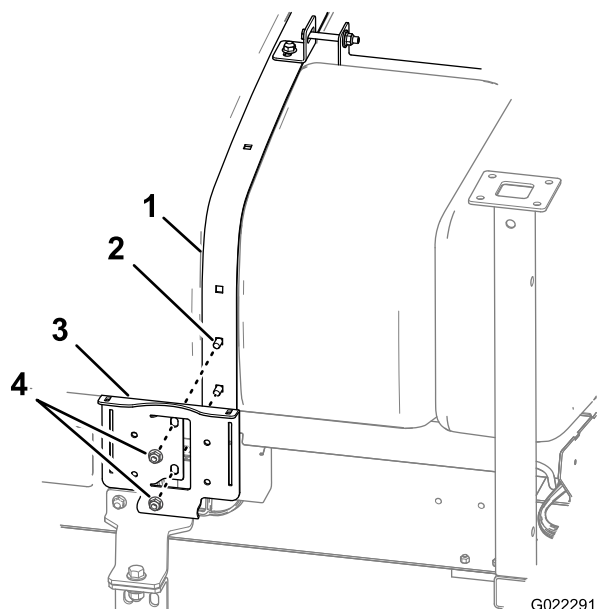

図 8
1. タンク前部固定ベルトの側部にあるキャリッジボルト (2本) に、すすぎポンプ用のブラケットを取り付ける；3/8 インチのフランジナットを使用する (図 8)。